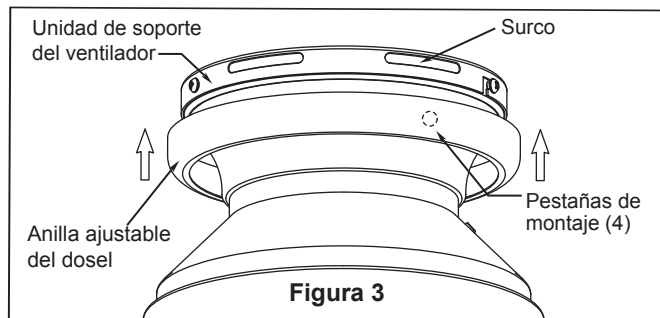

Figura 3
3. Extraiga el cojinete flexible antes de presionar hacia arriba el anillo embellecido del dosel. Presione hacia arriba el anillo de la cubierta de tornillos para ocultar los tornillos. Así, las pestañas de montaje se coloquen en las ranuras con muescas ubicadas en la cubierta del techo entre los tornillos. (Figura 3)